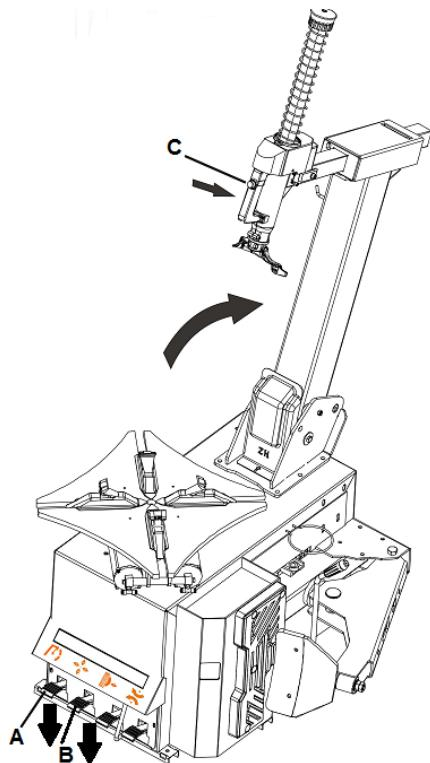

Fig. 14
- Vergrendel zowel de horizontale als de verticale arm door de arreteerknop (C, fig.14) in te drukken.
- Druk op pedaal A (fig.14) om de kolom naar achter te kantelen, leg nu de band op de klemmen en druk de velg stevig naar beneden, druk pedaal B (fig.14) nu in.
- Druk op pedaal A (fig.14) om de kolom naar achter te kantelen, plaats de band op de klemmen en druk pedaal B (fig. 14) in om de klemmen naar buiten te laten komen.
- Druk pedaal A (fig.14) in om de arm naar voren te kantelen.